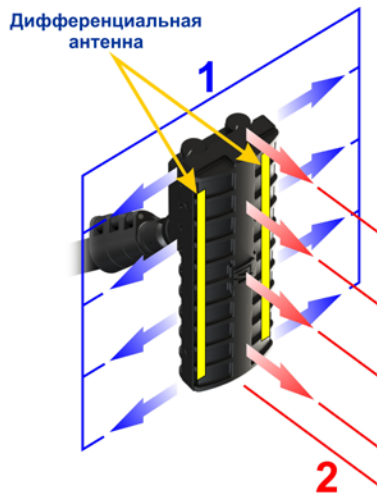
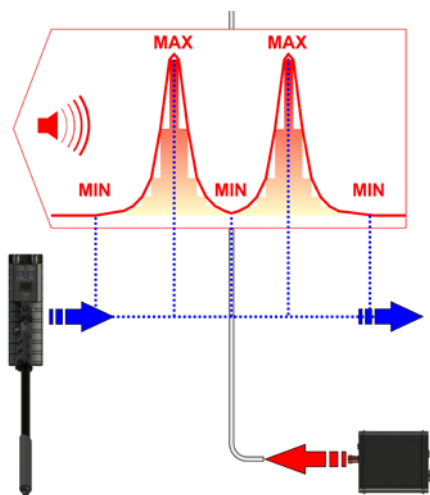
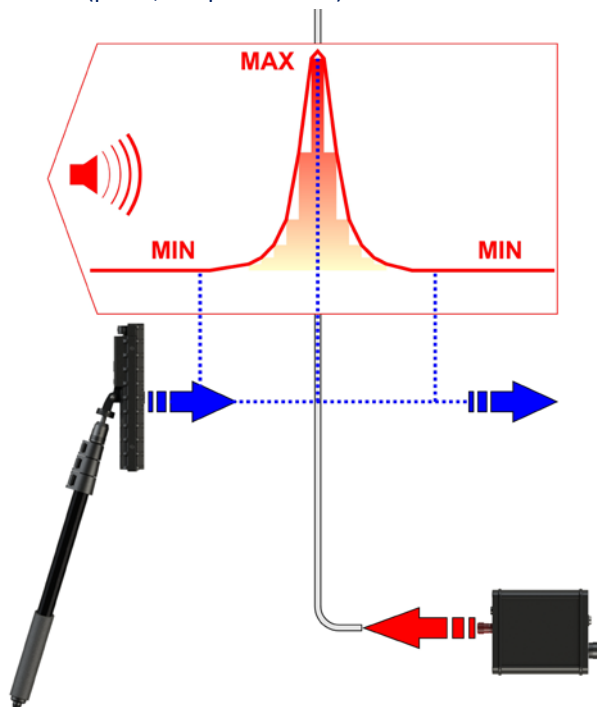

Рис.7
Рис. 8
Рис. 9
1. боковые грани основного блока перпендикулярны плоскости поверхности (рис.7, направление 1);
2. передняя поверхность основного блока параллельна плоскости поиска (рис.7, направление 2).
На рис.8 представлена диаграмма изменения уровня прослушиваемого сигнала, когда при трассировке **передняя поверхность основного блока перемещается параллельно плоскости поиска** (рис.7, направление 2).
На рис.9 представлена диаграмма уровня прослушиваемого сигнала, когда **основной блок при трассировке перемещается боковой гранью к плоскости поиска** (рис.7, направление 1).